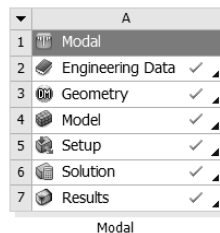

图 6-33 项目管理区中的分析项目
Step1：单击 Mechanical 界面右上角的 （关闭）按钮，退出 Mechanical，返回到 Workbench 主界面。此时，主界面的项目管理区中显示的分析项目均已完成，如图 6-33 所示。